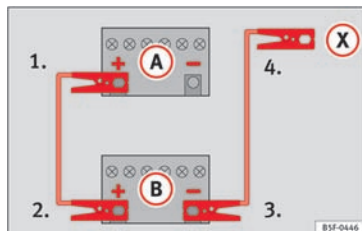

Fig. 69 Tilslutningsdiagram for biler uden start-stop-system
2. Tilslut den ene ende af det røde startkabel til pluspolen (+) i bilen med det afladede batteri (A)» Fig. 69.
3. Sæt den anden ende af det røde startkabel på pluspolen (+) i den bil, der skal give strøm (B).
4. I biler uden start-stop-system: Sæt den ene ende af det sorte startkabel på minuspolen (-) på det batteri, der skal give strøm (B)» Fig. 69.